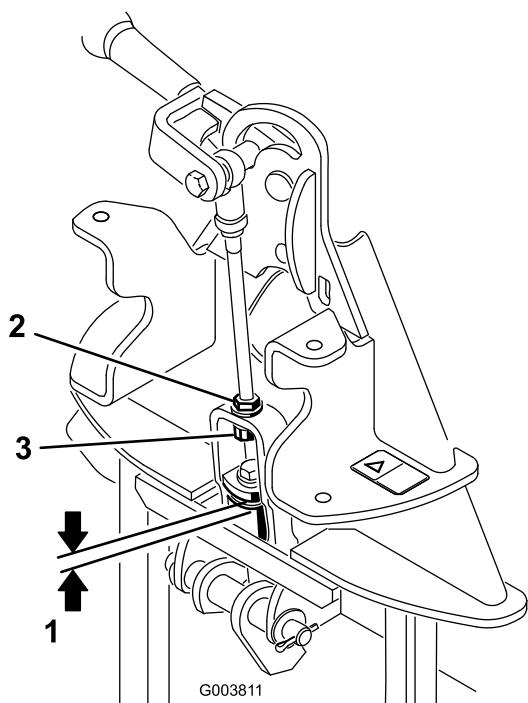

Рисунок 4
- Измерьте зазор между верхней шайбой и проставкой в узле тяги на переходнике навесного орудия, как показано на Рисунок 4.